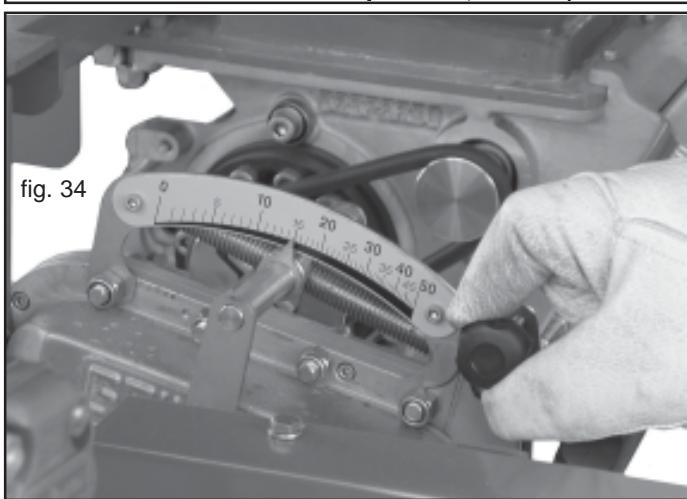

fig. 34
- 6) Loesen Sie die Feststellschraube an der Getriebeverstellung und (Abb. 34) ...